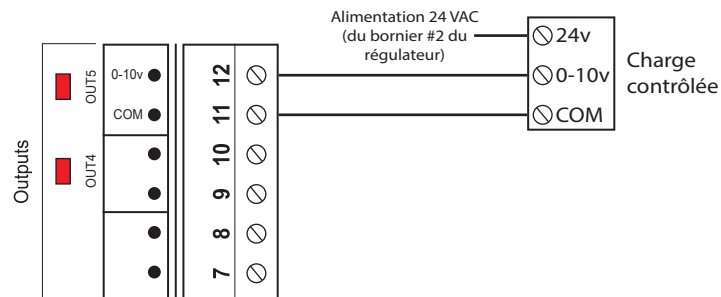

Figure 21 - Raccordement de la sortie analogique (alimentation par le régulateur)
1) Le C1000 alimente la charge et lui fournit le signal de contrôle (voir figure 21).